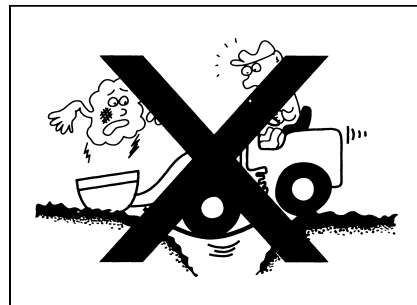

Рис. 1-77
- При работе и движении в плохой окружающей среде надо обращать внимание на безопасность. Отдельная работа в опасном месте не допускается. Следует проводить предварительное обследование состояния дороги, прочности моста, рельефа и геологического состояния рабочего места (рис. 1-77).